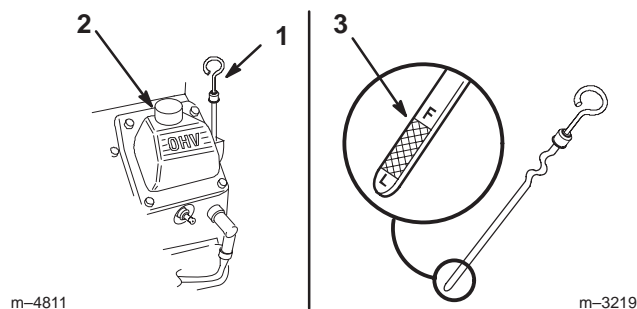

Figure 41
3. Nettoyez la surface autour de la jauge d'huile (Fig. 41) pour éviter que des impuretés ne s'introduisent dans le goulot de remplissage, ce qui risquerait d'endommager le moteur.
4. Sortez la jauge d'huile et essuyez soigneusement l'extrémité métallique (Fig. 41).
5. Enfoncez la jauge complètement dans le goulot de remplissage. Sortez de nouveau la jauge et examinez l'extrémité métallique (Fig. 41). Si le niveau est bas, versez lentement juste assez d'huile dans le goulot de remplissage pour amener le niveau au repère du plein (F).
7. Versez lentement environ 80% de la quantité d'huile spécifiée dans le goulot de remplissage (Fig. 41) (voir Vidange de l'huile moteur et remplacement du filtre, page 36).